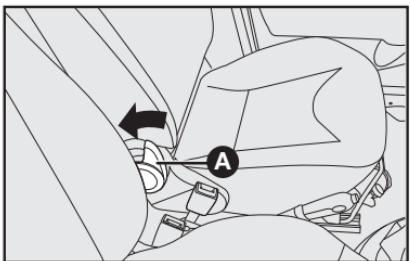

fig. 8
- Acionar a alavanca **A**-fig. 8 conforme a seta, mantendo-a acionada e rebater o encosto para frente até atingir o final de curso.